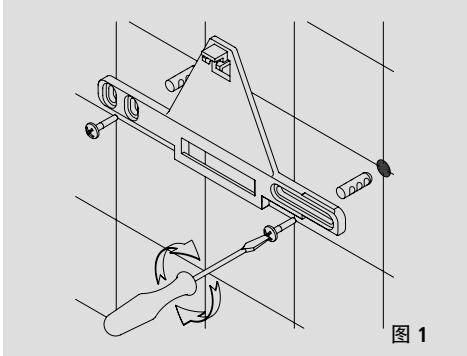

图 1
- 使用螺钉及合适的壁式插头将壁托架固定于墙壁上（见图 1）。